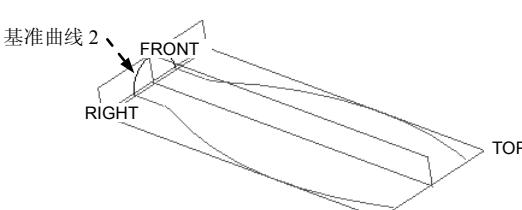
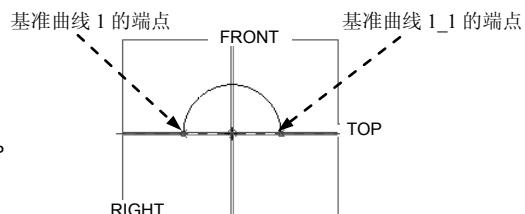

图 6.7.5 创建基准曲线 2
图 6.7.6 截面草图
(2) 选择 **Select(选择)** 命令，再选择前面创建的基准曲线 1，选择菜单管理器中的 **Done(完成)** 命令。
(3) 选择 **Plane(平面)** 命令，再选择 FRONT 基准平面为镜像中心平面，选择 **Done(完成)** 命令。
Step4. 创建图 6.7.5 所示的基准曲线 2。
(1) 单击“草绘基准曲线”按钮 。
(2) 定义草绘截面放置属性：设置 RIGHT 基准平面为草绘面；采用默认的草绘视图方向；TOP 基准平面为草绘平面的参照；方向为 **顶**；单击 **草绘** 按钮。
(3) 创建草绘图。接受默认草绘参照，再选取基准曲线 1 和基准曲线 1_1 的端点为草绘参照，然后绘制图 6.7.6 所示的截面草图，完成后单击按钮 **✓** (注意：圆弧的两个端点分别与基准曲线 1 和基准曲线 1_1 的端点对齐)。